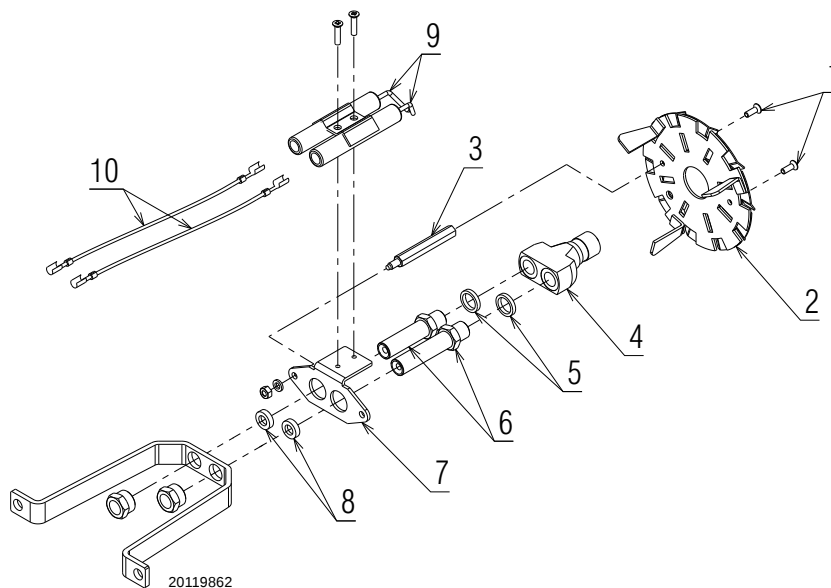

Fig. 5
- desenroscar los dos tornillos 1)(Fig. 5) y quitar la hélice 2);